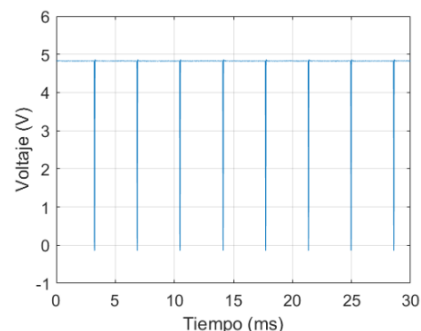

Figura 18: Comportamiento del voltaje en una terminal asociada a columna.
- Cada cierto intervalo muy corto de tiempo (por ejemplo, 3 milisegundos) el controlador realizará un recorrido por todas las columnas. Durante este bajará el voltaje en cada columna, de a una por vez, a 0V durante un intervalo de tiempo aún más corto (por ejemplo, 0,03 milisegundos) y luego lo subirá de nuevo a 5V. En la Figura 18 puede verse el comportamiento de una de las columnas, a modo de ejemplo.